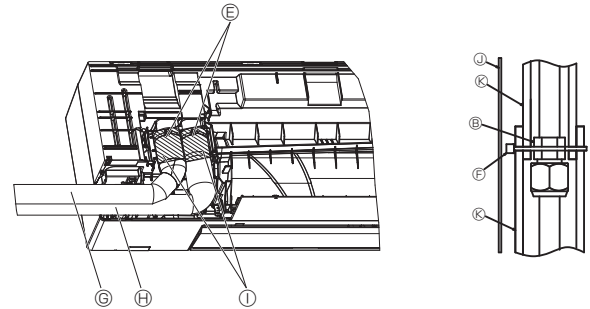

Fig. 3-14
- (7) Verbindungsstück mit einer Rohrabdeckung abdecken und mit einem Band ⑧ fixieren. (Fig. 3-14)